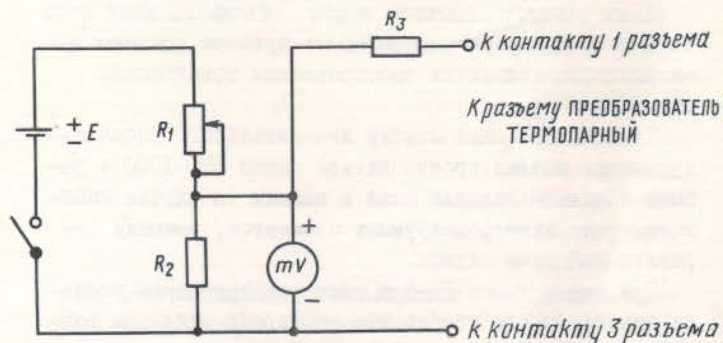

Рис. 7. Схема технологического стенда для проверки погрешности измерения стрелочным прибором (напряжения):
6.2.3. Для проверки основной приведенной погрешности измерения напряжения стрелочным прибором термодатной части вакуумметра подключить к контактам I и 3 разъема ПРЕОБРАЗОВАТЕЛЬ ТЕРМОПАРНЫЙ технологический стенд, схема которого приведена на рис. 7.